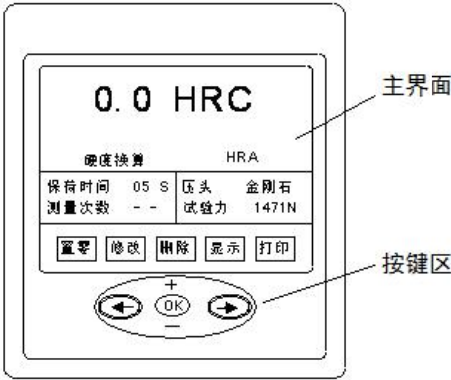

图 4-1
- 1 接通电源（12），打开船形开关（14），主屏幕显示“欢迎使用”界面，稍等片刻，主屏幕出现操作界面（图 4-1）